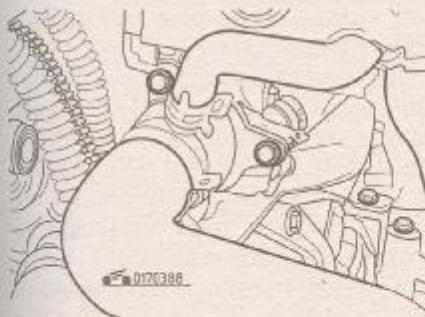

Рис. 3.88. Корпус термостата
- выверните болты, крепящие крышку термостата, и снимите ее (рис. 3.88);